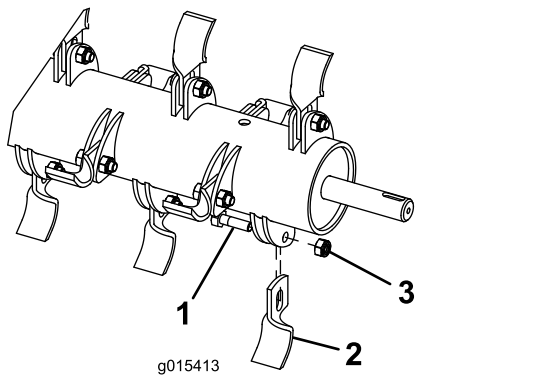

Figura 12
- Mientras sostiene la cuchilla con un trapo o un guante grueso, retire la tuerca, el perno y la cuchilla (Figura 12).
- Instale una cuchilla nueva con una tuerca y un perno de cuchilla nuevos (Figura 12).